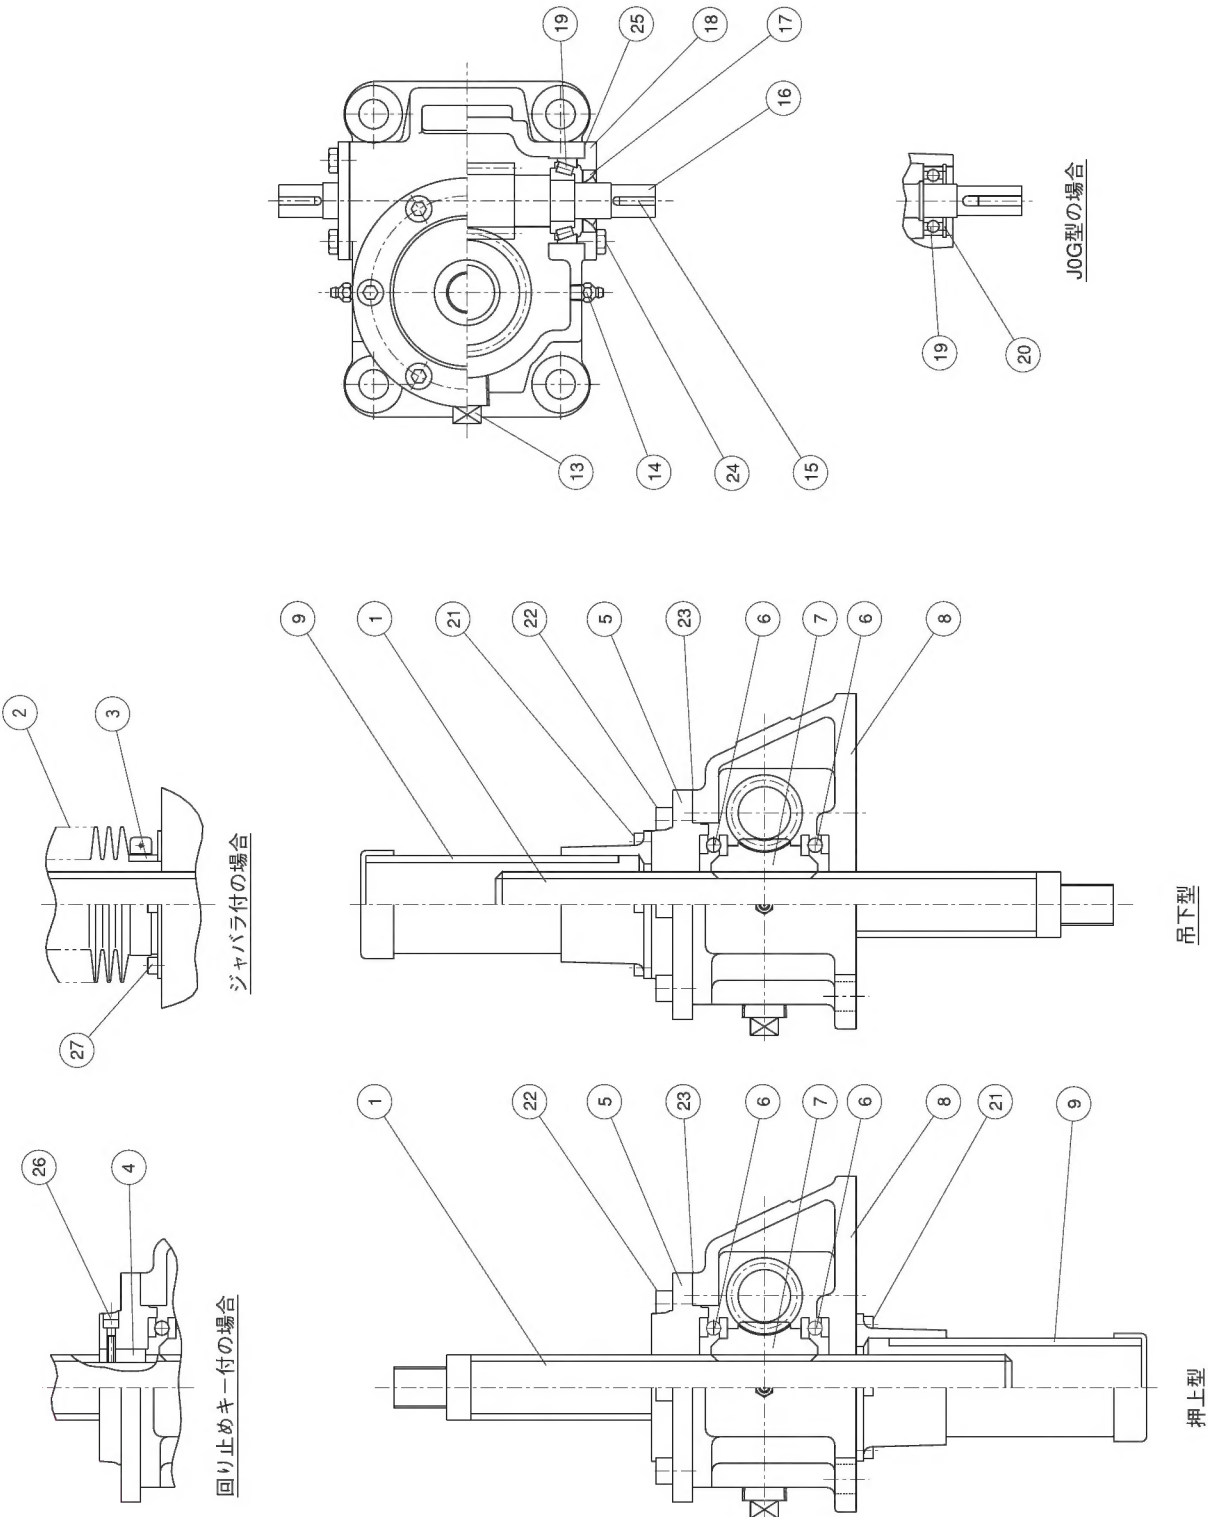

図1 軸昇降型スクリーージャッキ
基本構造はグリース潤滑用の図1、図4と変わりませんが、ウォームホイール上下にオイルシールを設けてあります。納入時ギアハウジング内には潤滑油を入れてありませんので推奨潤滑油をご購入のうえ規定量入れてください。使用潤滑油はAGMA7EP (ISO番号VG460ギア油)で、メーカ別相当品、枠番別油量は表5、表6の通りです。
8. スクリュージャッキ及びボールスクリーージャッキの構造を図1～5に示します。